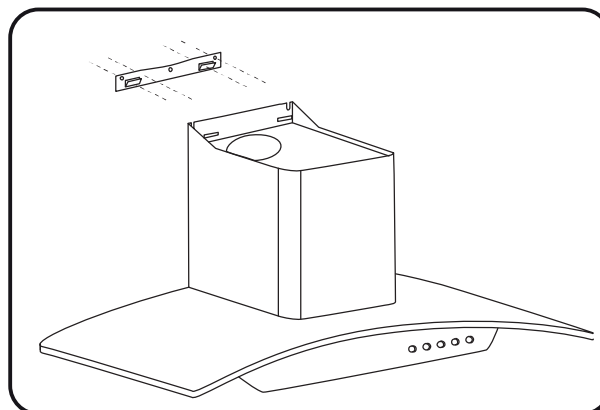

Figura 03
2. Observe na **(Figura 03)**, o esquema de fixação da coifa de parede. Primeiro parafuse o suporte de fixação depois encaixe a coifa nos ganchos do suporte de fixação.